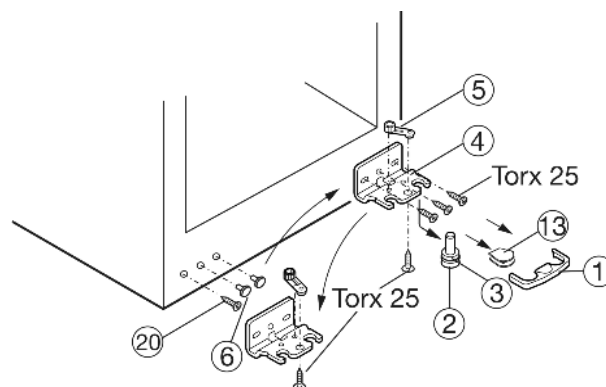

Fig. 4
- ▶ Предохранитель Fig. 4 (1) снимите движением вперед.
- ▶ Снимите крышку Fig. 4 (13)*.
- ▶ Вытяните опорный палец Fig. 4 (2) вниз и вперед. При этом следите за гнездом шарнира Fig. 4 (3).
- ▶ Открутите опорный кронштейн Fig. 4 (4).
- ▶ Открутите опорную деталь Fig. 4 (5) и, переставив в отверстие на противоположной стороне опорного кронштейна, снова прикрутите.
- ▶ Снимите и снова установите пробку Fig. 4 (6) на противоположную сторону со стороны ручки.
- ▶ Выкрутите болт Fig. 4 (20) и вкрутите на противоположной стороне.
- ▶ Снова прикрутите опорный кронштейн Fig. 4 (4) на новой стороне шарнира (**с моментом 4 Нм**). При необходимости используйте аккумуляторный шуруповерт.
- ▶ Снова слегка наклоните устройство назад и снова установите опорный палец Fig. 4 (2) с гнездом шарнира Fig. 4 (3). Заубрина на опорном пальце должна быть расположена спереди.
- ▶ Установите крышку Fig. 4 (13) на противоположной стороне.*
- ▶ Предохранитель (1) нужно зафиксировать сбоку на кронштейне, чтобы опорный палец и двери были защищены от выпадения.
- ▶ Снова защелкните предохранитель (1) на опорном кронштейне.
- ▶ При необходимости выровняйте дверцы через два продольных паза в опорном кронштейне Fig. 4 (4) параллельно корпусу устройства. Для этого выкрутите средний винт.